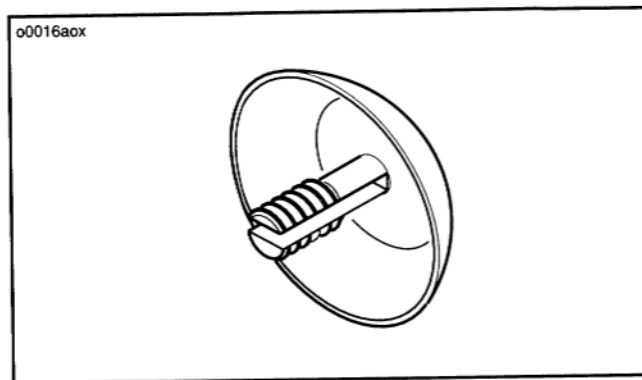

Figura 29. Spina del foro di montaggio della sella
3. Fare riferimento alla figura 29. Sotto la sella del passeggero, sul telaio della sella, si trova una spina al cromo.